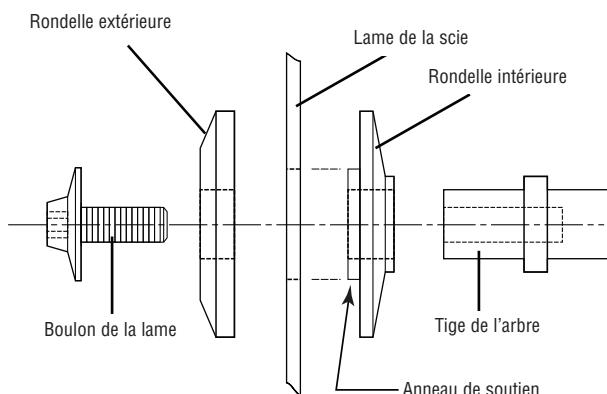

Figure 5. Quincaillerie de la lame
- Retirez le boulon de fixation de la lame et la rondelle extérieure. Saisissez la lame avec précaution. Faites glisser la lame dans le sens opposé à la rondelle intérieure et faites-la sortir de la tige de l'arbre, puis abaissez-la et positionnez-la à distance de la scie. Laissez la rondelle intérieure sur la tige de l'arbre (voir Figure 5).